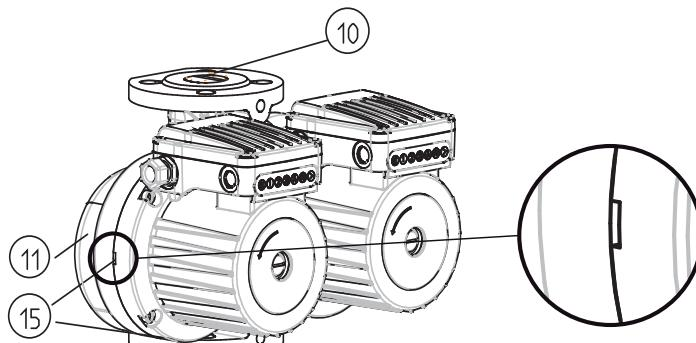

Fig.3
- Pompele SCRFED au carcă hidraulică dublă (Fig.3 – POS.11), aici este înglobată o clapă oscilantă (Fig.3 – POS.10), care basculează automat, depinzând de direcția debitului uneia sau celeilalte pompe.